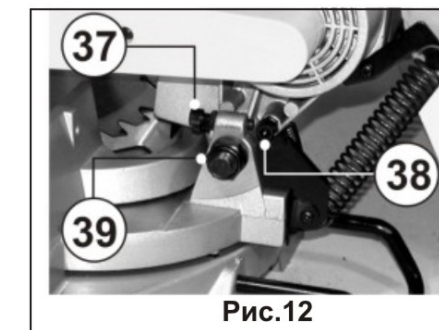

Рис.12
Глубина пиления контролируется моментом касания конца стопорного винта (37) упора (38), Рис. 12, при опущенной пиле. При необходимости регулировки ослабьте контргайку (39) и вращайте стопорный винт (37). Затяните контргайку (39).